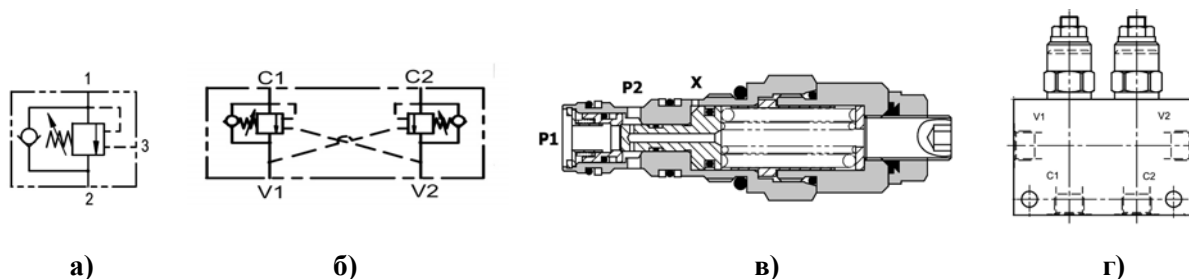
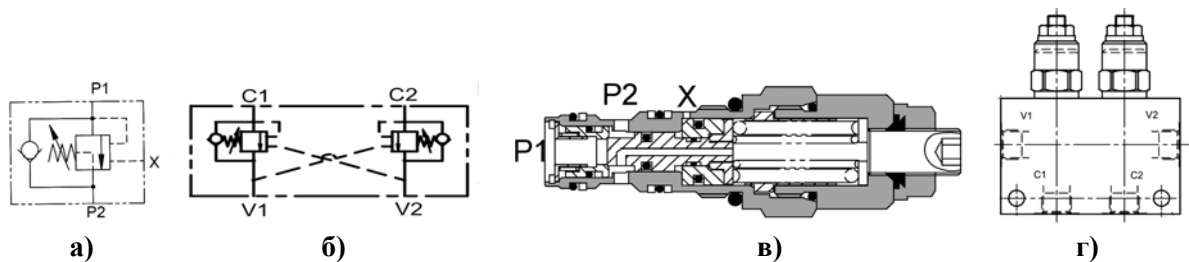

Рис.1.
Рис.2.
На рис.1 и 2 приведены гидравлические схемы и продольные сечения тормозных клапанов патронного исполнения в одинарном и корпусном исполнении: 1а) типа 1CE, 2а) типа 1CER.
**Рис.1 и 2. Клапаны тормозные уравнивающие серии 1CE30 (рис.1) и серии 1CER (рис.2). Гидравлические схемы: а) одинарного патронного клапана; б) клапана со сдвоенным запорным элементом; в) продольное сечение клапана патронной конструкции; г) корпусное исполнение клапана с двумя запорными элементами.**
В стандартном уравнивающем клапане камера, в которой установлена пружина, соединена с каналом клапана через маленькое отверстие в коническом запорном элементе, которое будет создавать гидравлическое сопротивление потоку РЖ и демпфировать колебания давления (т.е. увеличит время перемещения запорного элемента), при изменяющемся в широком диапазоне противодействия. Поэтому перепад давления в канале запорного элемента будет повышать фактическое давление настройки клапана на коэффициент соотношения площадей плюс 1. Это означает, что если при постоянном противодействии равном 5 МПа и соотношении площадей 5:1 фактическое давление настройки клапана может повыситься до 30 МПа. Такое колебание давления открытия клапана потребует применения в гидросистеме направляющего распределителя с закрытым центром и предохранительных клапанов в рабочих отводах распределителя. Предохранительные клапаны предназначены ограничивать давление на входе, но не будут действовать при появлении внешней нагрузки, которую необходимо ограничивать. Уравнивающий клапан не будет позволять РЖ проходить через седло клапана из-за противодействия, которое создаётся предохранительными клапанами в рабочих отводах. Чтобы устранить этот недостаток был создан ряд частично сбалансированных клапанов серии **1CER**. (см. рис.2.) Типоразмеры клапанов типа **CER** патронного исполнения имеют обозначения: 1CER30, 1CER90, 1CER140; клапаны корпусного исполнения имеют обозначения: 1CER35, 1CER95, 1CER145.